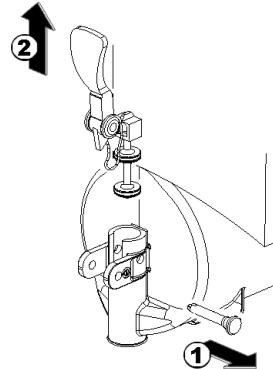

figure 11
5 Démonter le robinet selon la séquence indiquée (voir figure 11).
**3** Remonter le robinet sur le réservoir en suivant la séquence effectuée pour le démontage en sens inverse (voir figure 11).